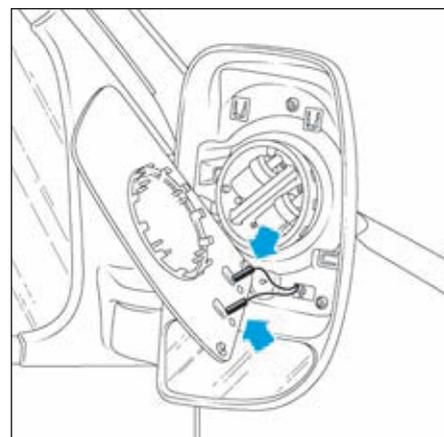

FIG.84
- Débrancher les cosses électriques d'alimentation (Fig.84) du dégivrage de la glace.